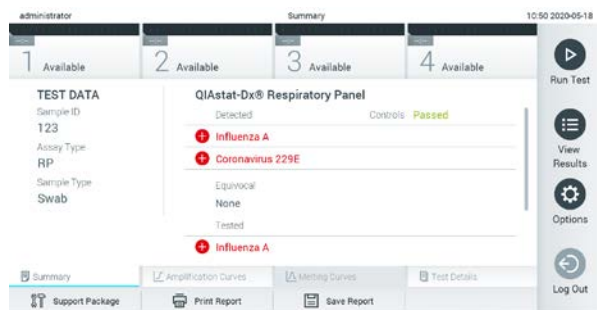

Рис. 30. Екран результатів Summary (Зведення).
11. Після того, як ви виймете тестовий картридж КВІАстат-ДКс, з'явиться екран **Summary** (Зведення) (рисунок 30). Докладні відомості див. в розділі 5.4.